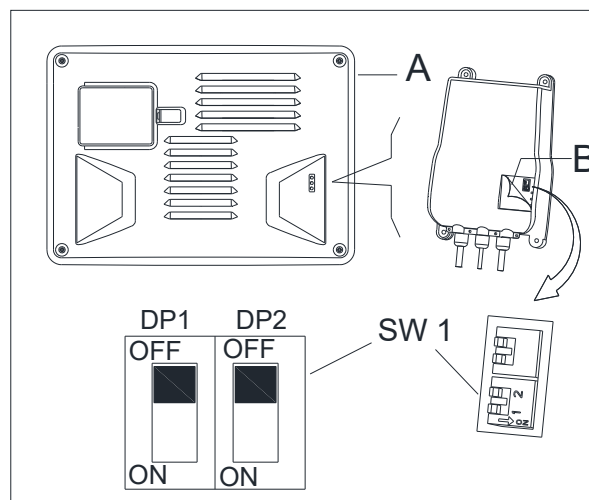

Figura 6
1. Opriți mașina și demontați capacul de control (A per Figura 6) din mașină. Apoi trageți deschide eticheta de pe capacul încărcătorului (B per Figura 6). veți găsi cele 2 seturi de dipswitch-uri (SW1 și SW2) în încărcător.